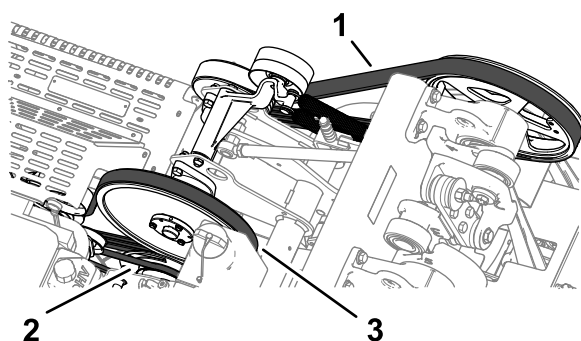

図 164
2. 油圧ポンプ、ジャッキシャフト、クランクシャフトの各ベルト **図 164**を点検。破損、摩耗、割れ、こびりついたほこりなどがいないか調べる。